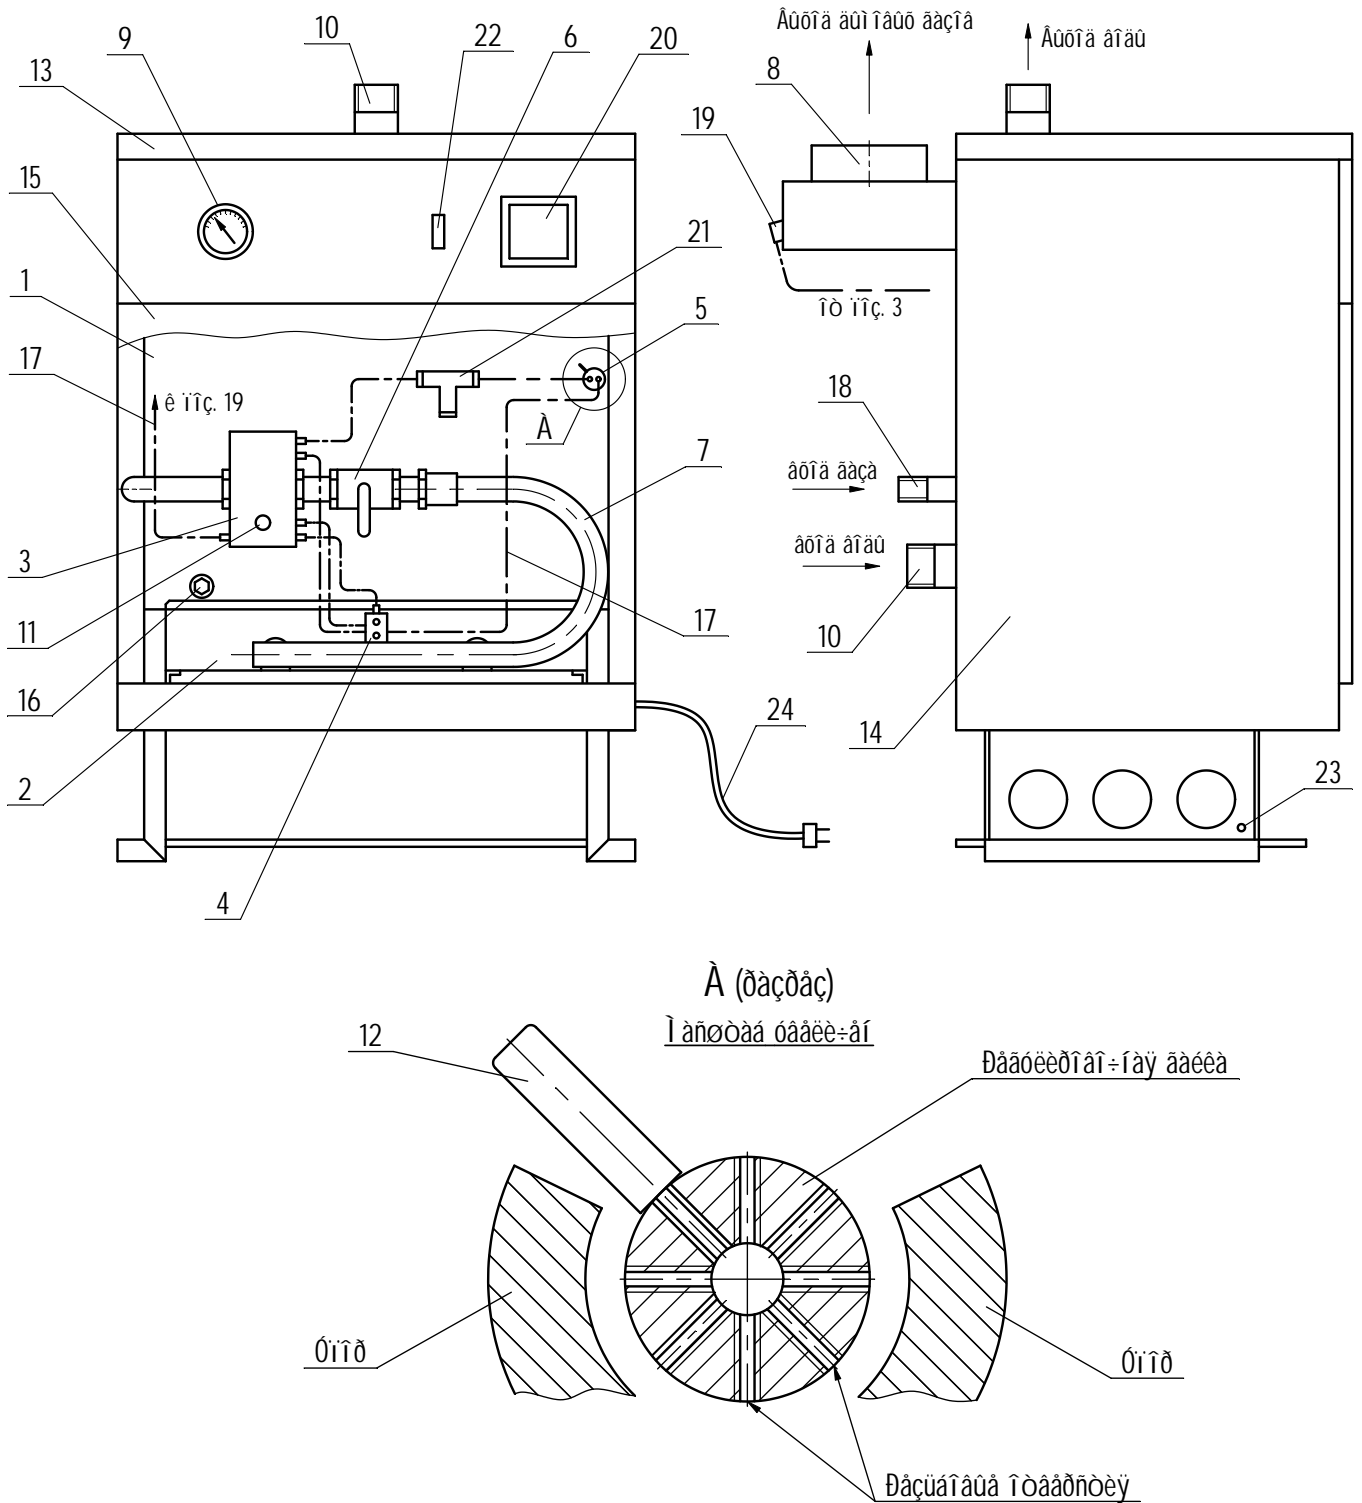

Рисунок 1
Съёмная панель 15 (рисунок 1) обеспечивает доступ к блоку регулирования РГУ2-М1 (3), на котором расположена пусковая кнопка (11).
- надёжно заземлите котел за болт (23) (рисунок 1);
- закройте газовый кран (6) (рисунок 1) перед горелкой;
- поверните ручку (12) регулирования датчика температуры (5) по часовой стрелке до упора.
3.2.2. Откройте кран на опуске газопровода к котлу, поднесите зажжённую спичку к запальнику (4) и нажмите на пусковую кнопку (11). После воспламенения запальника удерживайте пусковую кнопку в течение 60 сек., до тех пор, пока при её отпуске запальник не будет продолжать гореть.
3.2.8. При отключении электроэнергии котел переходит на работу от датчика температуры (5), а так как датчик перед этим был выведен на минимум (см. п.3.2.1.), то ручку (12) нужно повернуть против часовой стрелки до положения, при котором установится нужная температура. Температуру контролировать по термометрам (9) (рисунок 1) или (9) (рисунок 3)
1. повернуть ручку (12), (рисунок 1) по часовой стрелке до упора;
2. выключить газовый клапан (21) выключателем (22) на 3 мин (не менее), а затем включить.
- закрыть кран (6) перед основной горелкой (2);
- выключить выключатель (22);
- вынуть из розетки вилку сетевого шнура (24).